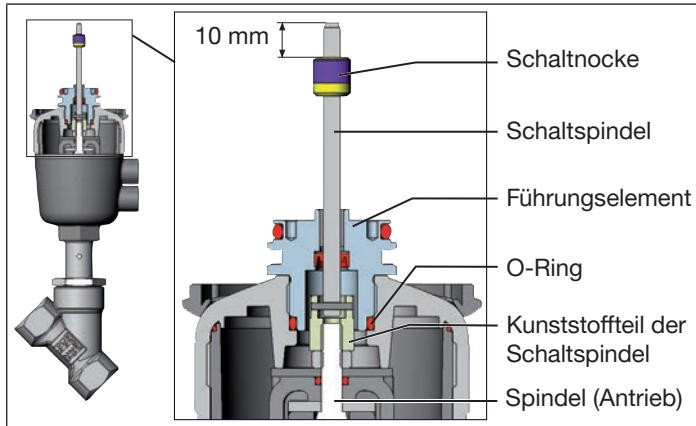

Bild 11: Montage der Schaltspindel (2), Reihe 20xx
- O-Ring nach unten in den Deckel des Antriebs drücken (siehe „Bild 11“).
- Schaltnocke so auf der Schaltspindel positionieren, dass der Abstand von Schaltnocke bis Spindelanzfang 10 mm beträgt (siehe „Bild 11“).